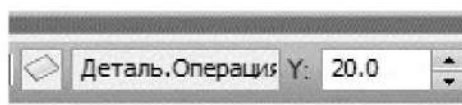

Рисунок 3.70. Простановка расстояния от второй грани
6.4 В поле **Координата Y** введите значение 20 мм (рисунок 3.70).